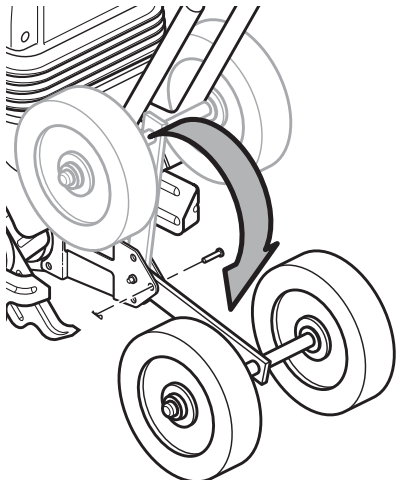

Figura 6 – Regulación del conjunto rueda a la posición de transporte
2. Gire hacia abajo al conjunto rueda de modo que, como se muestra en la figura 6, el orificio del conjunto rueda alinee con el orificio central de la consola de montaje.
3. Como se muestra en la figura 6, inserte el eje pasador por los orificios alineados y coloque la presilla de retención en el eje pasador. Las ruedas están ahora montadas en la posición de transporte.